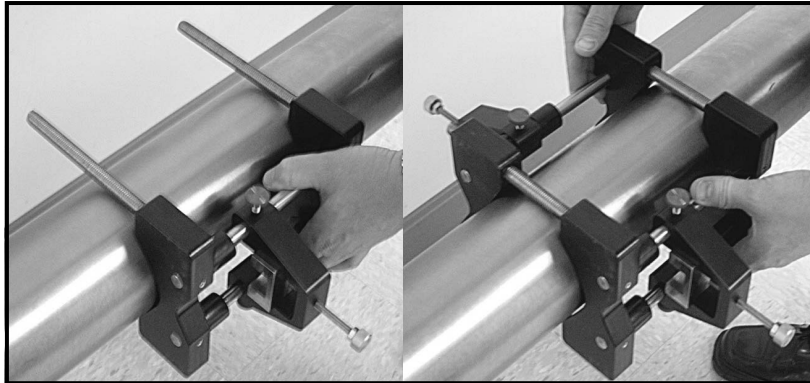

Figure 22 : Montage des deux moitiés de la fixation
1. Placez la moitié de la fixation dotée de tiges filetées autour de la conduite, comme indiqué dans la *Figure 22* ci-dessous. Orientez la fixation en position 3 heures sur une conduite horizontale.
2. Placez l'autre moitié de la fixation dans les tiges filetées, en position 9 heures. La *Figure 22* ci-dessous illustre les deux moitiés montées.